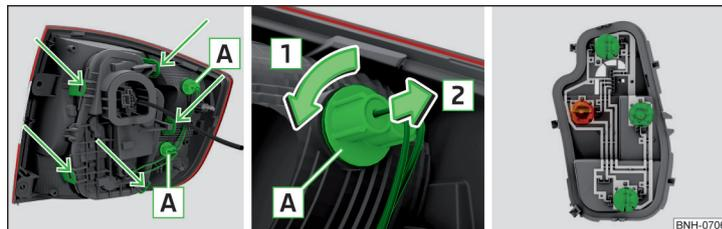

Fig. 272 Parte exterior de las luces/ extraer la bombilla/ soporte de luces
- › Girar el portalámparas con la bombilla **A** en el sentido de la flecha **1** » fig. 272.
- › Desbloquee el portalámparas en las áreas señaladas con las flechas » fig. 272 y extraiga el portalámparas de la luz.